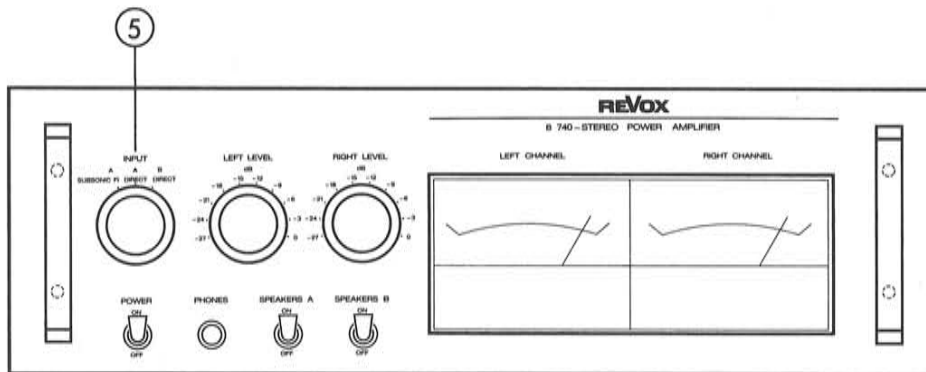

Fig. 5.2.1
- Bedienungselemente nach Fig. 5.2.1 einstellen.
- Adjust operating controls as per fig. 5.2.1.
- Organes de commande selon la fig. 5.2.1.